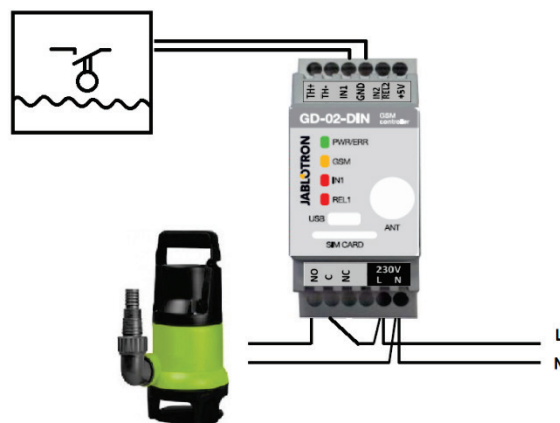

Fig. 3: Overvågning af maksimalt vandniveau i en tank med automatisk dræning af vand ved brug af en vandpumpe.
- Dette diagram viser tilslutningen af niveauføleren til IN1 og GND indgangene. REL1s strømdrag tænder 230 V for at forsyne vandpumpen med strøm, se fig. 3.